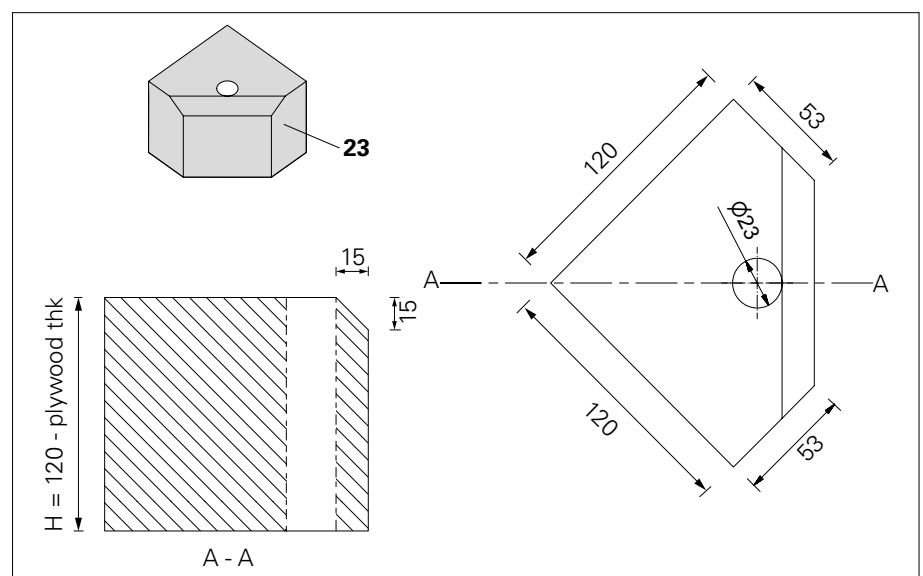

Fig. A7.07
Altura de la madera H (en mm) = 120 - espesor de contrachapado (fig. A7.07)
2. Prepare un bloque de madera (23) en función de la dimensión mostrada en la altura de la madera ( $H = 120$  - espesor del contrachapado). (Fig. A7.07 en la página 29)